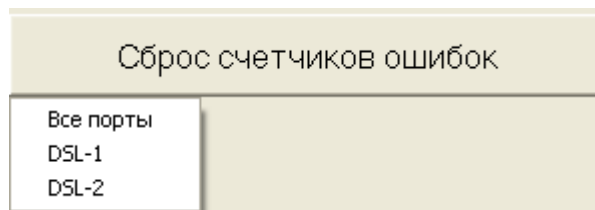

Рисунок 12 – Выбор порта DSL при сбросе счетчиков ошибок
10.3.6 При нажатии на кнопку «Сброс счетчиков ошибок» появляется всплывающее меню выбора порта DSL-1, либо порта DSL-2, либо всех портов (DSL-1 и DSL-2) соответственно для модема RTA и COT (см. рисунок 12).